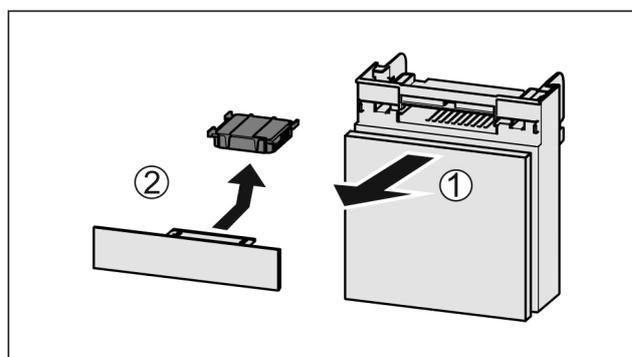

Fig. 85
- ▶ Extraire le compartiment par l'avant Fig. 85 (1).
- ▶ Sortir le filtre à charbon actif Fig. 85 (2).